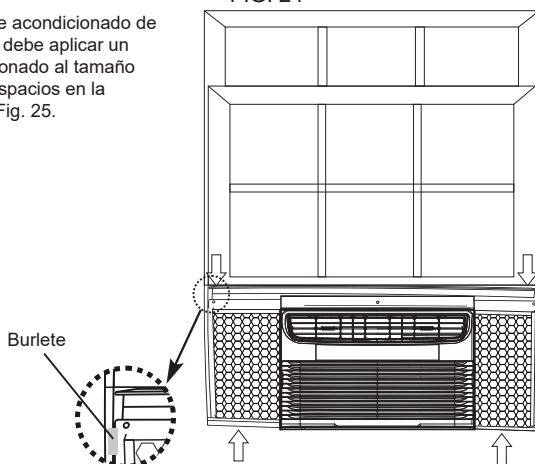

FIG. 25
- 11** Para minimizar las fugas de aire entre el aire acondicionado de la habitación y la apertura de la ventana, se debe aplicar un burlete apropiado (ajuste el burlete proporcionado al tamaño apropiado) en caso de que se encuentren espacios en la ubicación como lo indican las flechas en la Fig. 25.